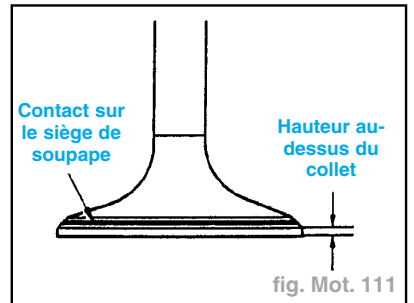

fig. Mot. 111
- Remplacer les soupapes pour lesquelles la valeur mesurée de hauteur au-dessus du collet (épaisseur du bord) est inférieure à la valeur limite (fig. Mot. 111) :